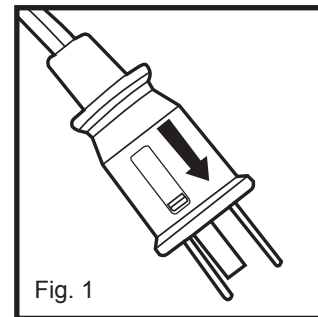

Fig. 1
- Faites glisser le couvercle du fusible, situé sur le dessus de la fiche, vers les broches de la fiche. (Fig. 1)